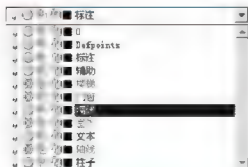
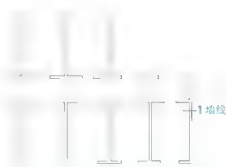

图 2.135 冻结部分图层
图 2.136 选择要编辑的 1 墙线
(1) 将【楼梯】|【门窗】|【室外】和【轴线】图层冻结, 如图 2.135 所示。
(2) 执行菜单栏中的【修改】|【对象】|【多段线】命令, 或在命令行输入 “PE” 并按 Enter 键, 启动编辑多段线命令。
① 在选择多段线或 [多条 (M)]: 提示下, 选择如图 2.136 所示的 1 墙线, 此时该墙线变虚。